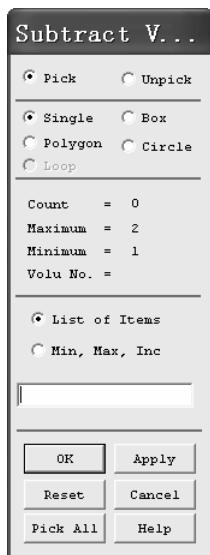
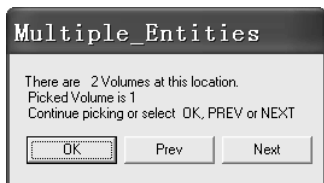

图 2-88 “Subtract V...”窗口
图 2-89 “Multiple\_Entities”窗口
(4) 依次选择 Main Menu>Preprocessor>Modeling>Operate>Booleans>Subtract>Volumes, 弹出“Subtract V...”窗口(见图 2-88), 用鼠标单击体模型, 较为细长的长方体变色, 表示被选中, 同时弹出“Multiple\_Entities”窗口(见图 2-89)。